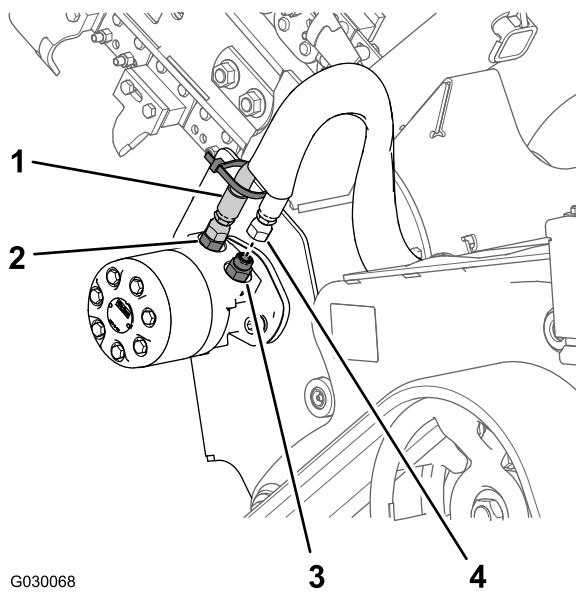

Figura 5
1. Montate il flessibile idraulico con la fascetta per cavi montata nel passaggio 3 di 2 Rimozione del motore idraulico per la trasmissione dello scavafossi \(pagina 2\) sul raccordo idraulico diritto nella porta A (porta anteriore) del motore idraulico (Figura 5).
2. Montate l'altro flessibile idraulico sul raccordo idraulico diritto nella porta B (porta posteriore) del motore idraulico (Figura 5).